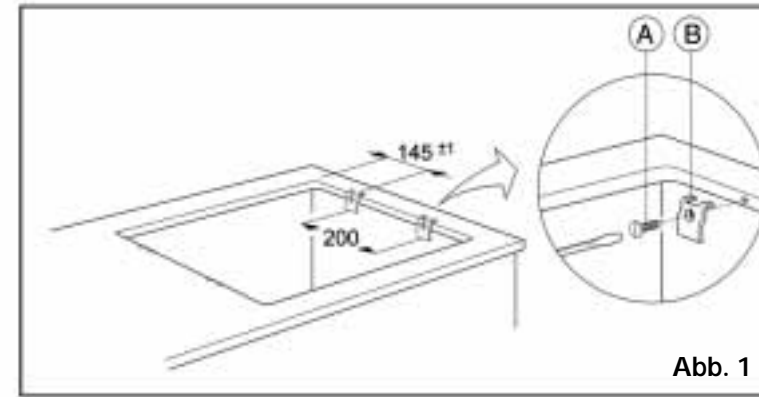

Abb. 1
1. Befestigen Sie die Befestigungsklammern (B) (Abb. 1) mit den mitgelieferten Schrauben (A) (Abb. 1) gemäß Abbildung und beachten Sie dabei die angegebenen Abstandsmaße.